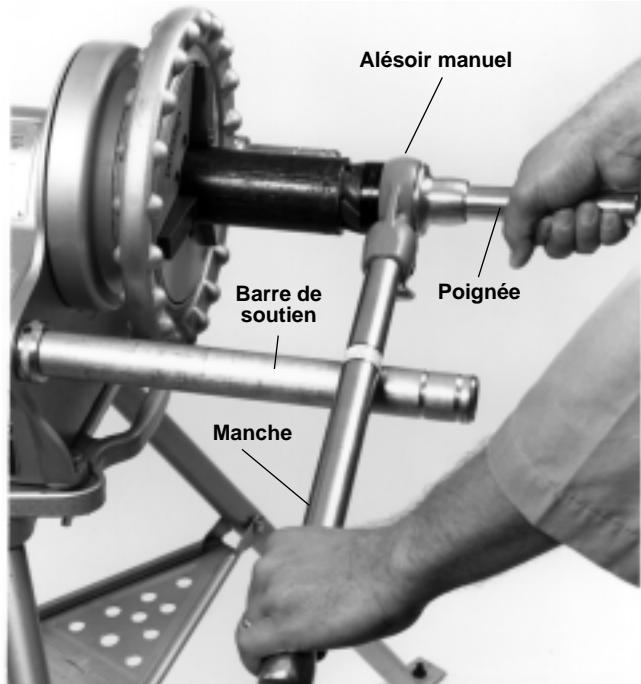

Figure 7 – Alésage des tuyaux à l'aide de l'alésoir manuel
2. Introduisez l'alésoir dans l'extrémité du tuyau et tenez fermement le manche et la poignée (*Figure 7*).
3. Appuyez sur la pédale de commande, puis, avec votre main droite, sur la poignée de l'alésoir (*Figure 7*) pour aléser le tuyau.